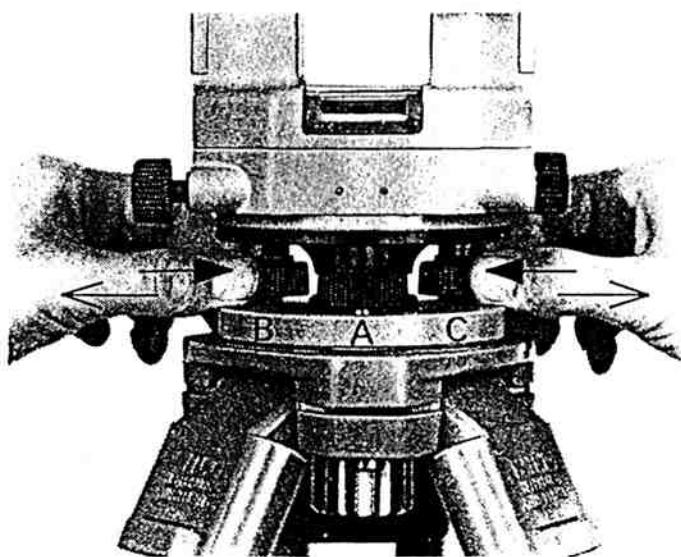
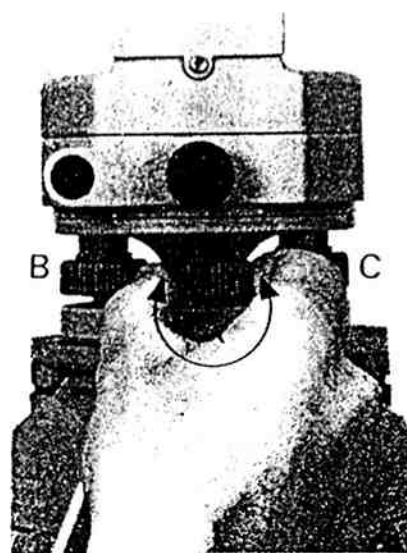
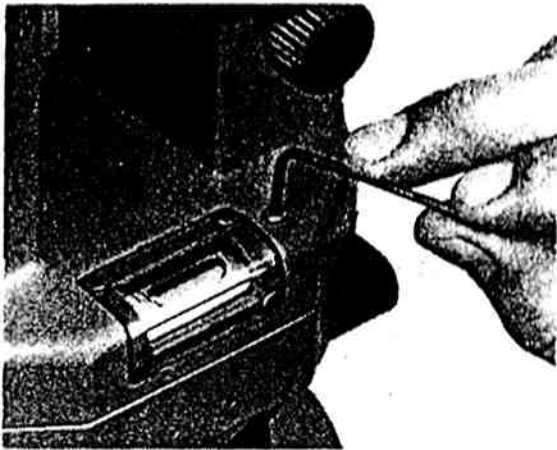

Bild 7a Horizontieren
Bild 7b Horizontieren
Bild 15 Justierung der Alhidadenlibelle mit Inbusschlüssel
1. Seitenklemme (17) öffnen und Instrument drehen, bis Alhidadenlibelle (4) über einer Fußschraube A steht. Fußschrauben B und C gegeneinander drehen (Bild 7a), bis die Libellenblase einspielt (Daumenregel).
2. Instrument im Uhrzeigersinn drehen, bis Seitenklemme über Fußschraube A steht. Diese Fußschraube drehen (Bild 7b), bis die Blase der Alhidadenlibelle einspielt.
Dosenlibelle (16) einspielen. Instrument drehen, bis Alhidadenlibelle (4) genau über einer Fußschraube A steht, und durch Drehen der beiden anderen Fußschrauben B und C die Blase der Alhidadenlibelle in der Mitte einspielen (Bild 7a). Instrument um 90° drehen, bis Seitenklemme (17) über der Fußschraube A steht (Bild 7b), und Libellenblase durch Drehen dieser Fußschraube A wieder in der Mitte einspielen (siehe auch 3.3). Instrument jetzt um 180° drehen. Schlägt die Libellenblase mehr als 1 Skalenintervall aus, so korrigiert man den halben Blasenausschlag mit Fußschraube A und den Rest mit der Libellenjustierschraube (Bild 15). Dieses Verfahren wird wiederholt, bis die Libellenblase in jeder beliebigen Richtung in der Mitte einspielt.